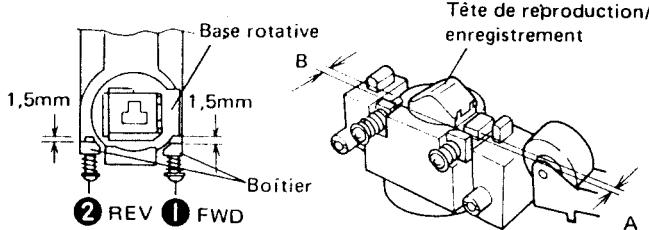

Fig. 12-2 Réglage préliminaire d'azimuth
2. Au moyen d'un tournevis, comme il est montré Fig. 12-2 régler l'intervalle A à 1,5mm. entre le logement et la base tournante, en tournant la vis ① .
4. Au moyen du même tournevis, régler l'intervalle B à 1,5mm entre le logement et la base tournante, en tournant la vis ② .